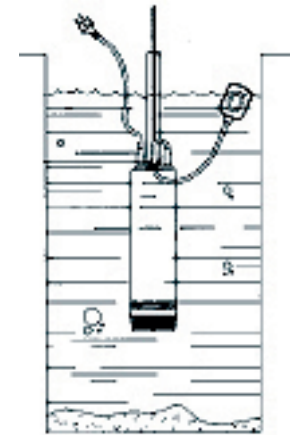

Bild 3
- Positionieren Sie die Tauchmotorpumpe mit Hilfe des "Wartungssets" so in dem Regenspeichers, dass kein Bodensediment angesaugt werden kann, siehe Bild 3.